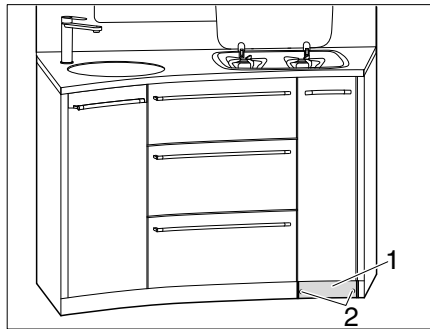

Fig. 126 Dévisser le socle
- Dévisser les 2 vis (Fig. 126,2) sur le socle (Fig. 126,1).
- Retirer le socle (Fig. 126,1).